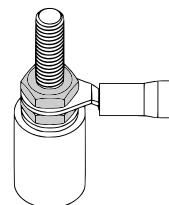

Рисунок 4.4 – Подключение соединительных проводов
3. Подключить соединительные провода к контактам в коммутационной головке или к выводам кабеля датчика (см. рисунок 4.4). Схемы внутренних соединений проводников приведены в Приложении Д.
Во время проверки подключения соединительных проводов следует убедиться, что затянута нижняя и верхняя гайка (см. рисунок 4.4).